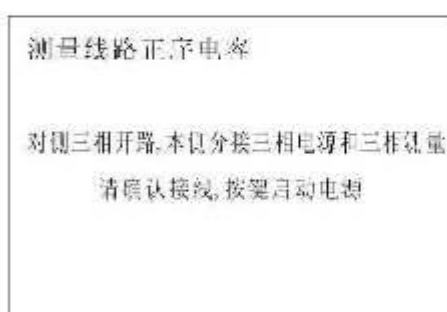

图 7-4 接线说明界面
2) 选中**正序电容**选项，出现如图 7-4 接线说明的界面。垂直按下鼠标确认，